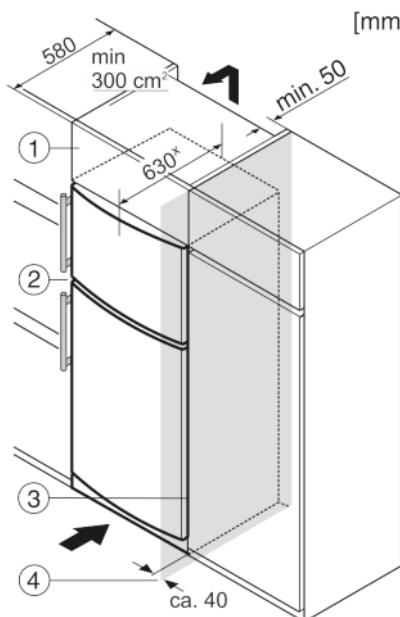

Fig. 7
- (1) Дополнительный шкафчик
(2) Устройство
(3) Кухонный шкаф
(4) Стенка
Устройство может быть окружено предметами кухонной обстановки. Чтобы уравнять устройство Fig. 7 (2) по высоте с кухонной стенкой, можно установить над устройством соответствующий дополнительный шкафчик Fig. 7 (1).
При комбинировании с кухонными шкафами (глубина макс. 580 мм) устройство можно установить непосредственно рядом с кухонным шкафом Fig. 7 (3). Устройство выступает сбоку на 34 мм* и по центру на 50 мм* относительно передней стенки кухонного шкафа.
Если устройство установлено на шарнирах у стены Fig. 7 (4), то расстояние между устройством и стеной должно быть не менее 40 мм. Настолько выступает ручка при открытой дверце.